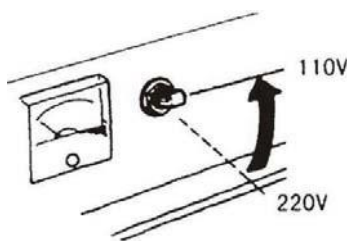

Fig. 33
5.4.4 Encienda el interruptor de AC (Figure 33)